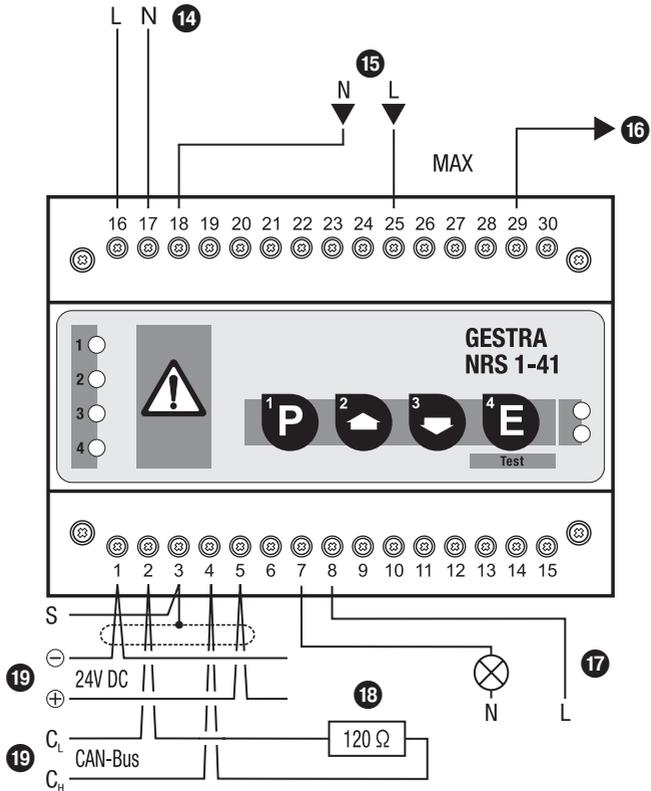

Fig. 8
- Bei einer Störungsabschaltung wird der Signalausgang (Klemme 7 und 8) taktweise geöffnet und geschlossen, um eine optische Unterscheidung zwischen „Hochwasserstand“ (Signalausgang dauernd geschlossen) und „Störungsabschaltung“ zu gewährleisten. Die Klemmen 7 und 8 müssen bei Bedarf extern mit einer Signalleuchte beschaltet werden! **Fig. 8**